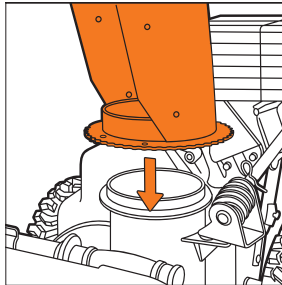

Рис. 11
- Установите желоб на отверстие выброса снега (для **S 8565**) (Рис. 11).